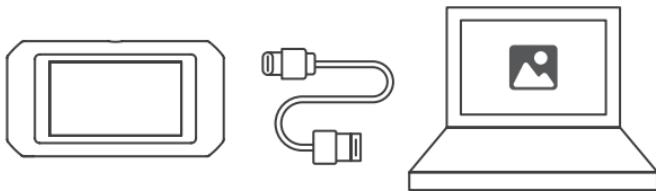

図 4.1.1
2. 提供した USB ケーブルで TC003 カメラを Windows のコンピュータに接続します（図 4.1.1 を参照）。